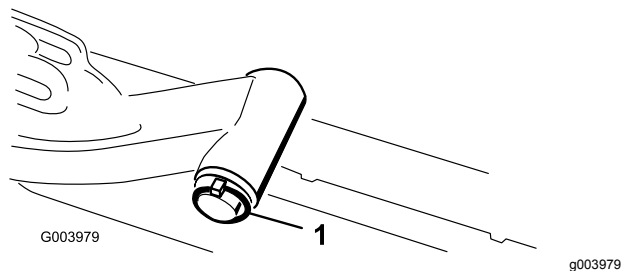

Bild 11
A. Nehmen Sie den Klappstecker und die Scheibe ab, mit denen die Gelenkwelle des Hubarms am Hubarm befestigt ist. Schieben Sie die Gelenkwelle des Hubarms aus dem Hubarm (**Bild 11**).
- C. Setzen Sie die Hubarmwelle in den Hubarm ein und befestigen Sie sie mit der Scheibe und dem Klapstecker (Bild 11).